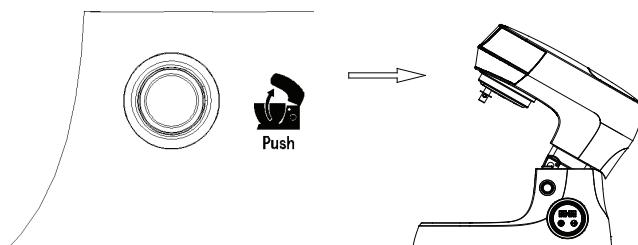

Рисунок 3
4. Поверните рычаг блокировки (17) по часовой стрелке. В то же время поднимите поворотный кронштейн (верхнюю часть корпуса комбайна) (13) рукой так, чтобы он зафиксировался на месте со щелчком. Поворотный кронштейн будет наклонен вверх (см. рис. 3).